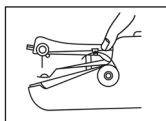

Fig. 10
Insérez le fil dans la machine comme indiqué dans les figures 10, 11 et 12
- 1] Guidez le fil vers le haut à travers l'ouverture (voir Fig. 10).